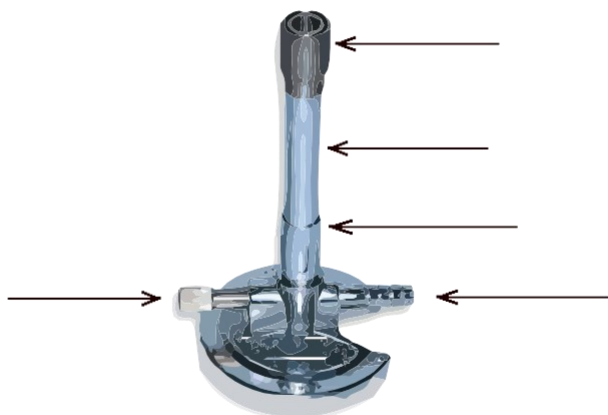

Figura 3.1. Esquema de un mechero
1.1 Escribir en la figura 3.1 cada una de las partes del mechero: